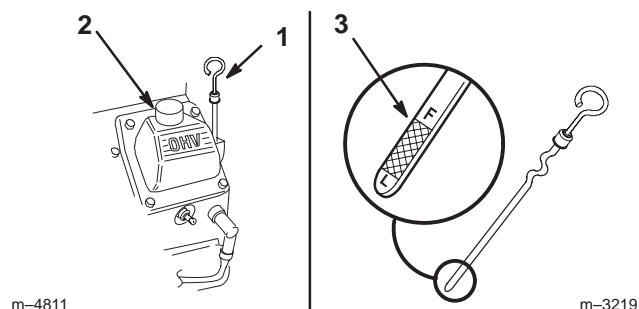

Figure 40
3. Nettoyez la surface autour de la jauge d'huile (Fig. 40) pour éviter que des impuretés ne s'introduisent dans le goulot de remplissage, ce qui risquerait d'endommager le moteur.
4. Sortez la jauge d'huile et essuyez soigneusement l'extrémité métallique (Fig. 40).
5. Enfoncez la jauge complètement dans le goulot de remplissage. Sortez de nouveau la jauge et examinez l'extrémité métallique (Fig. 40). Si le niveau est bas, versez lentement une quantité d'huile suffisante dans le goulot de remplissage pour amener le niveau au repère du plein (F).
5. Versez lentement environ 80% de la quantité d'huile spécifiée dans le goulot de remplissage (Fig. 40) (voir Changement de l'huile moteur et du filtre, page 35).